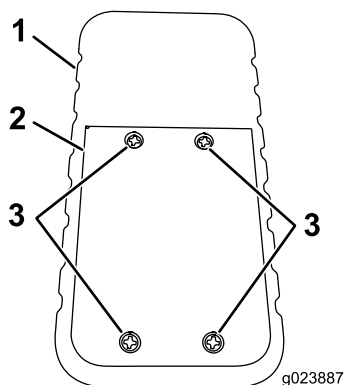

Рисунок 55
1. Ослабьте четыре винта крепления крышки отсека батарей (Рисунок 55).